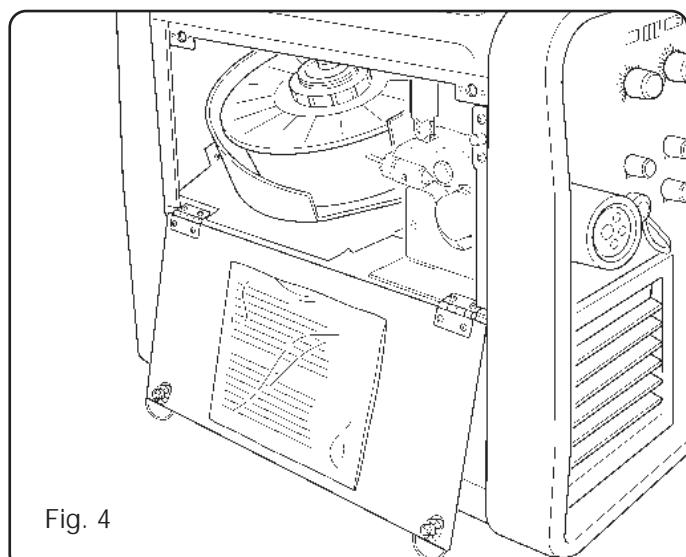

Fig. 4
- Scegliere il programma da utilizzare dall'elenco posto all'interno di una busta nel laterale mobile (Fig. 4).